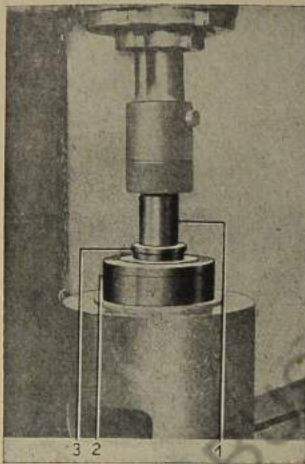

Bild 353: Zwischenradwelle in Laufring für Zylinderrollenlager einpressen
1. Zwischenradwelle (352/26) in den inneren Laufring (352/25) eines der beiden Zylinderrollenlager (352/24) einpressen (Bild 353).